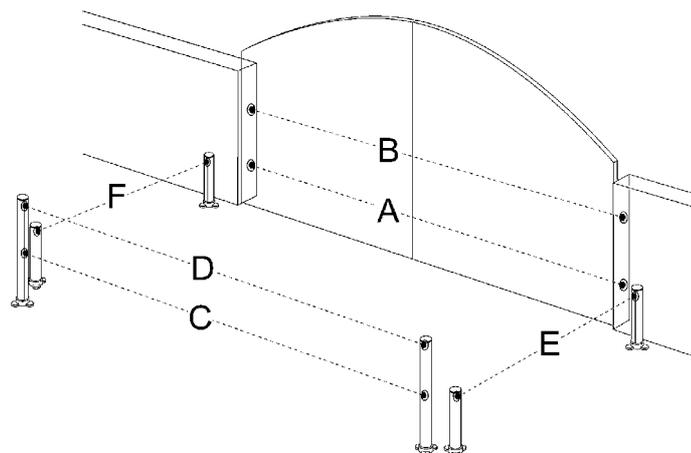
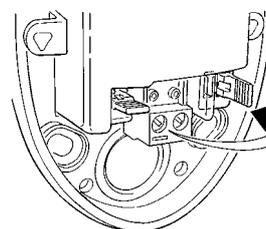

Figura 58
Figura 59
In qualsiasi momento è possibile installare ulteriori fotocellule oltre a quelle già fornite di serie con WS2. In un automatismo per cancelli a 2 ante è possibile porle secondo quanto rappresentato in Figura 58.
- 2 Individuare la posizione in cui sono installate in base alla Figura 58 ed eseguire il ponticello secondo la Tabella 11. I ponticelli non usati vanno riposti nel vano a loro riservato per poter essere riutilizzati in futuro (Figura 59).